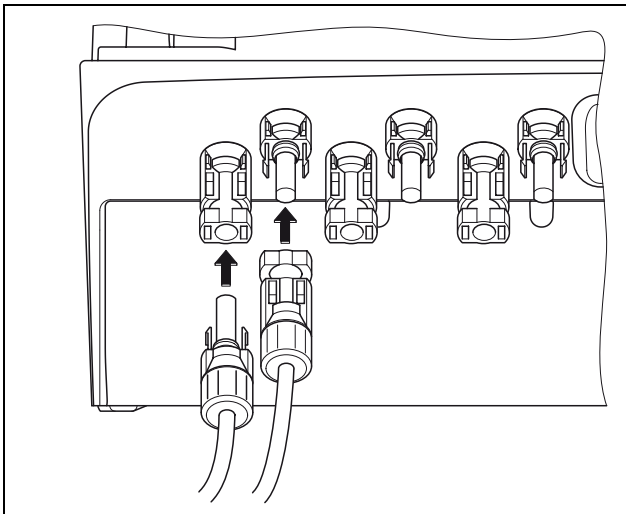

Abbildung 15: PV-String anschließen
- Stecken Sie die Stecker des PV-Strings bis zum Einrasten in die entsprechenden Gegenstücke am Wechselrichter (Abbildung 15).